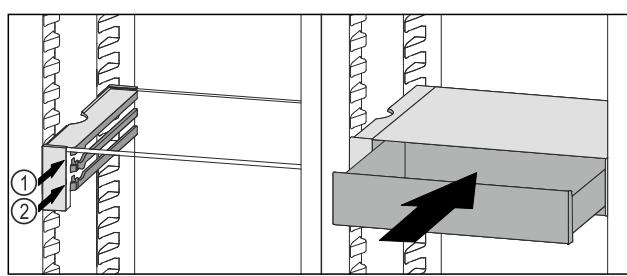

Fig. 107
- VarioSafe-Schubfach hinter den Stopfern auf gewünschter Rippe Fig. 107 (1) oder Fig. 107 (2) aufsetzen.